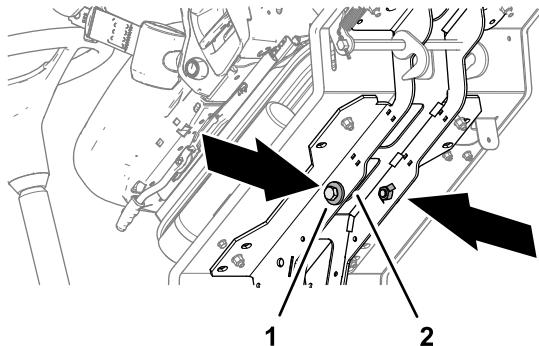

Figura 40
- Incline la plataforma hacia delante y retire los 2 pernos de 12 x 40 mm y las 2 arandelas de 12 mm almacenados en los raíles de soporte de la plataforma (Figura 40).